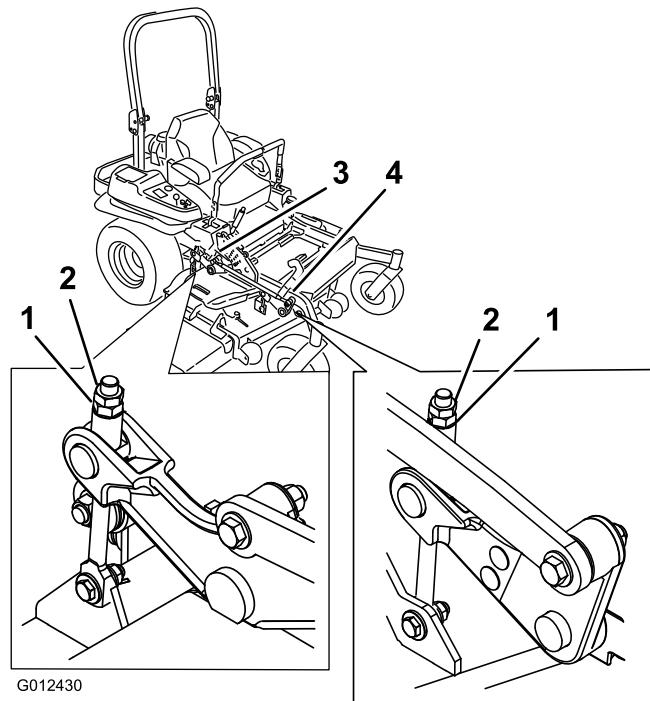

Figura 91
- 10. Gire la tuerca de ajuste del conjunto de elevación de la carcasa delantera para modificar la altura (Figura 91).
16. Gire la tuerca de ajuste del conjunto de elevación de la carcasa delantera para modificar la altura (Figura 91). Para aumentar la altura, gire la tuerca de ajuste en el sentido de las agujas del reloj; para reducirla, gire la tuerca en el sentido contrario.